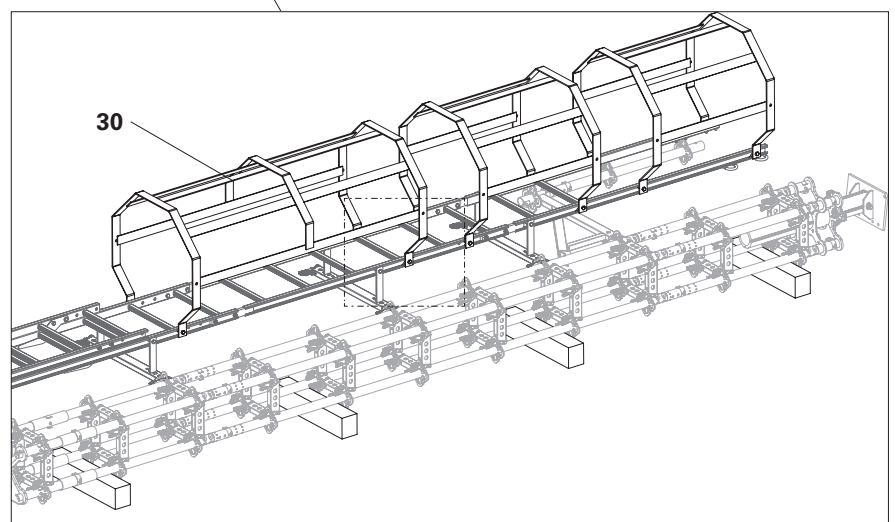

Fig. A6.09
8. Agganciare la gabbia per scala (**30**) con le piastre di serraggio. (Fig. A6.09 e A6.09a)